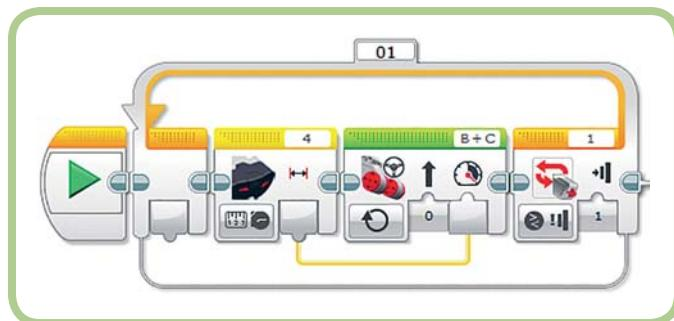

Рис. 8.9. Программа GentleStop
- Перетащи вывод (и провод) на ввод **Мощность** (Power) блока **Рулевое управление** (Move Steering), чтобы завершить создание шины данных. Программа должна выглядеть так, как показано на рис. 8.9.